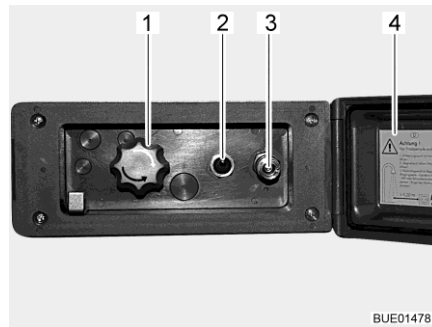

Fig. 97 Branchement de la douche extérieur
- Déverrouiller et ouvrir le couvercle (Fig. 97,4).
- Brancher le flexible de la douche extérieure sur la fermeture rapide (Fig. 97,3).
- Allumer la pompe à eau avec le commutateur (Fig. 97,2).
- Régler la température de l'eau selon ses désirs avec le bouton rotatif (Fig. 97,1).
- Éteindre la pompe à eau avec le commutateur (Fig. 97,2).
- Fermer le couvercle (Fig. 97,4) et verrouiller avec la clé.
- Placer le bouton rotatif (Fig. 97,1) sur la position intermédiaire.